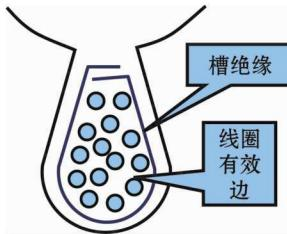

图 2-10 单层绕组
(1) 单层绕组是指每个定子铁芯槽内只放有线圈的一个有效边的绕组,如图 2-10 所示。这种绕组的三相线圈总个数等于定子铁芯总槽数的一半。